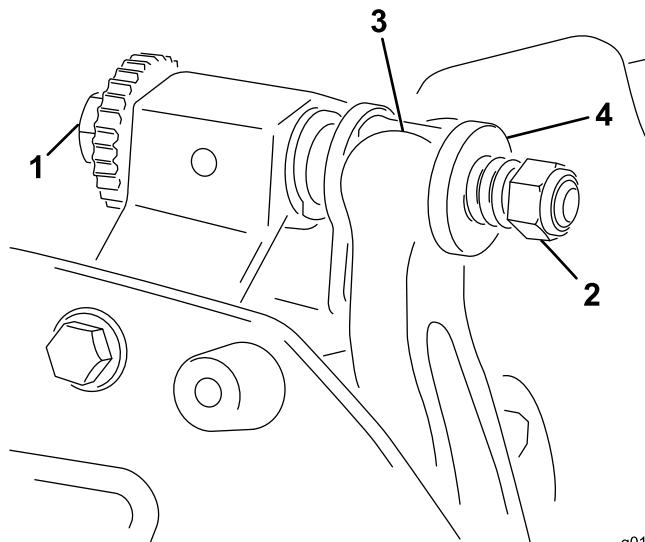

Bild 20
1. Drehen Sie die Einstellschraube des Untermesserträgers nach links, um den Abstand zwischen Untermesser und Spindel zu vergrößern (Bild 20).
2. Drehen Sie die Federspannungsmutter so weit hinaus, bis die Scheibe nicht mehr gegen den Untermesserträger angespannt ist (Bild 20).
1. Montieren Sie den Untermesserträger. Positionieren Sie die Befestigungsohren zwischen den Scheiben und der Untermesserträger-Stellschraube (Bild 20).